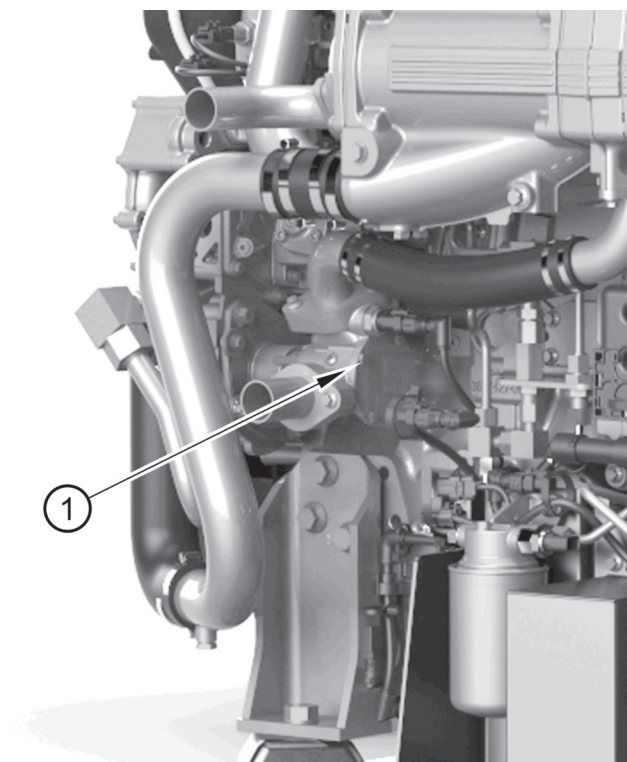

Figura 10
3. Rimuovere la piastra terminale della pompa ausiliaria svitando i 4 bulloni di fissaggio (figura 10 voce 1) e scaricare l'acqua in un contenitore adatto.